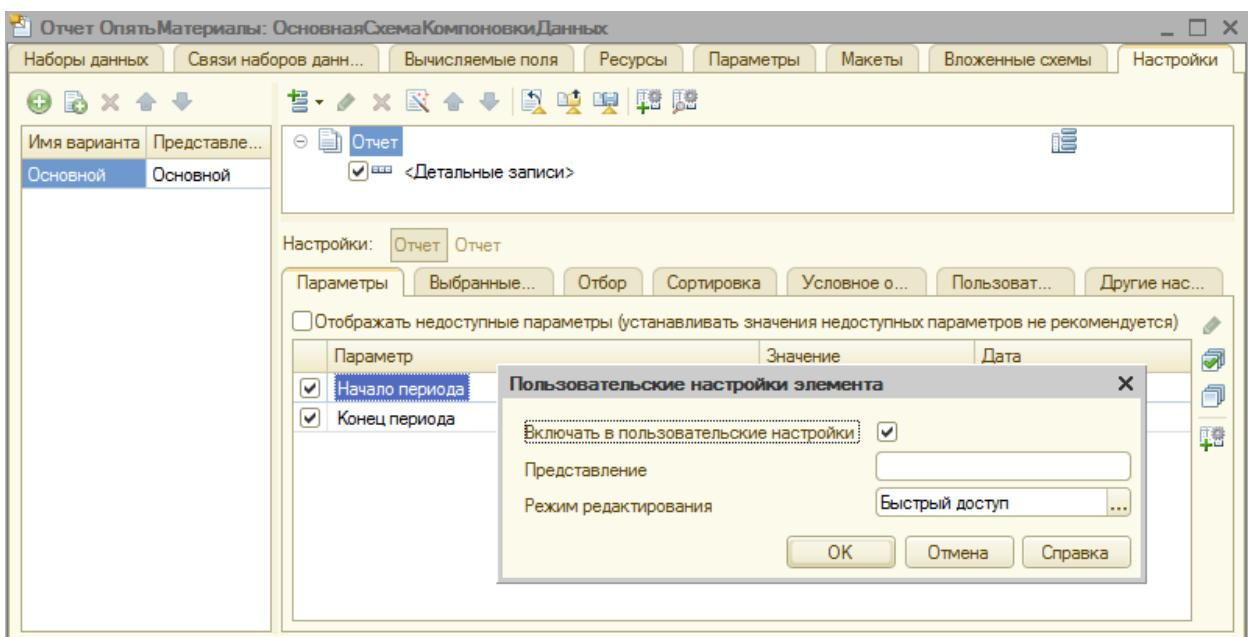

Рисунок 63 Настройка свойств параметров
9. На вкладке **Параметры** поставьте галочки напротив **Начало периода** и **Конец периода**, в **Свойствах** (кнопка на правой панели окна) пользовательских настроек для каждого параметра установите флажок «**Включать в пользовательские настройки**» для отображения в макете отчета (рис. 63):